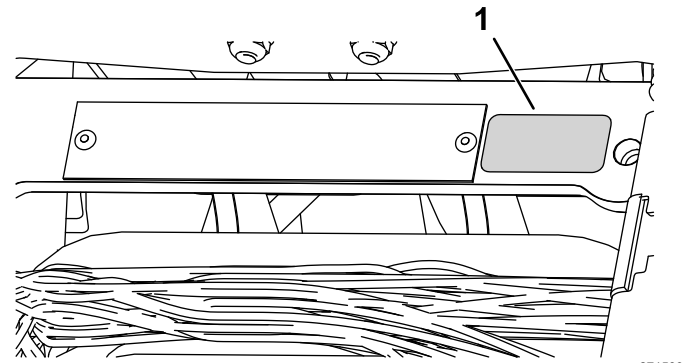

図 16
- シリアルプレートの近くに製造年デカルを貼りつける図 16。